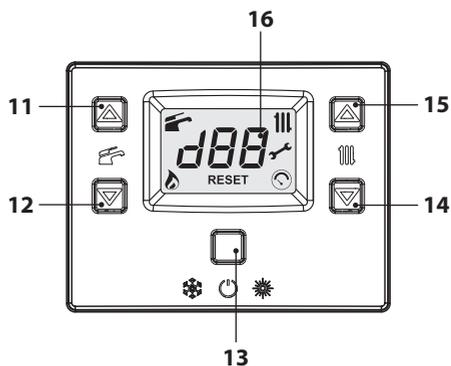
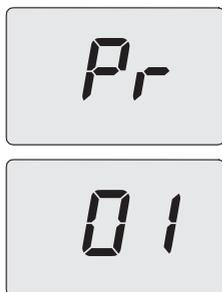
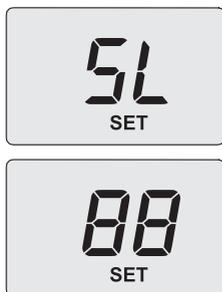

Figura 7.2
Figura 7.3
Figura 7.12
- Entrare in "modalità programmazione" premendo contemporaneamente per 10 secondi i tasti 13-14-15 (Figura 7.2) fino a far apparire sul display LCD le lettere **Pr** che si alternano al numero del parametro **01**, indicanti l'entrata nel "parametro 01" (Figura 7.3).
- Scorrere i vari parametri utilizzando i tasti 14 o 15 (Figura 7.2) fino a far apparire sul display LCD le lettere **Pr** che si alternano al numero del parametro **09**, indicanti l'entrata nel "parametro 09" (Figura 7.4).
- Utilizzando i tasti 11 o 12 (Figura 7.2) è possibile scorrere i vari valori di regolazione.
- Utilizzare i tasti 14 o 15 (Figura 7.2) fino a portarsi allo stato **LP** (spazzacamina attivo in minimo sanitario) e premere il tasto 13 per confermare. Sul display appare **LP** alternato alla temperatura minima in sanitario.
- Entrare in "modalità programmazione" premendo contemporaneamente per 10 secondi i tasti 13-14-15 (Figura 7.2) fino a far apparire sul display LCD le lettere **Pr** che si alternano al numero del parametro **01**, indi-
- canti l'entrata nel "parametro 01" (Figura 7.3).
- Scorrere i vari parametri utilizzando i tasti 14 o 15 (Figura 7.2) fino a far apparire sul display LCD le lettere **Pr** che si alternano al numero del parametro **09**, indicando l'entrata nel "parametro 09" (Figura 7.4).
- Agire sui tasti 15 o 14 (Figura 7.2) per incrementare o decrementare il valore. Attendere 3 secondi per stabilizzare la pressione del gas quindi leggere il valore sul manometro gas. **Ricordarsi di mantenere l'andamento in salita.**
- Premere il tasto 12 (Figura 7.2) per 5 secondi per memorizzare il valore.
- Premere il tasto 11 (Figura 7.2) per passare alla taratura del minimo gas. Il display visualizza **SL** alternato al parametro potenza minima assoluta e la scritta "**SET**" (Figura 7.12).
- Agire sui tasti 15 o 14 (Figura 7.2) per incrementare o decrementare il valore. Attendere 3 secondi per stabilizzare la pressione del gas quindi leggere il valore sul manometro gas. **Ricordarsi di mantenere l'andamento in discesa.**
- Premere il tasto 11 (Figura 7.2) per verificare il valore minimo impostato ed eventualmente correggerlo seguendo la procedura sopra descritta.